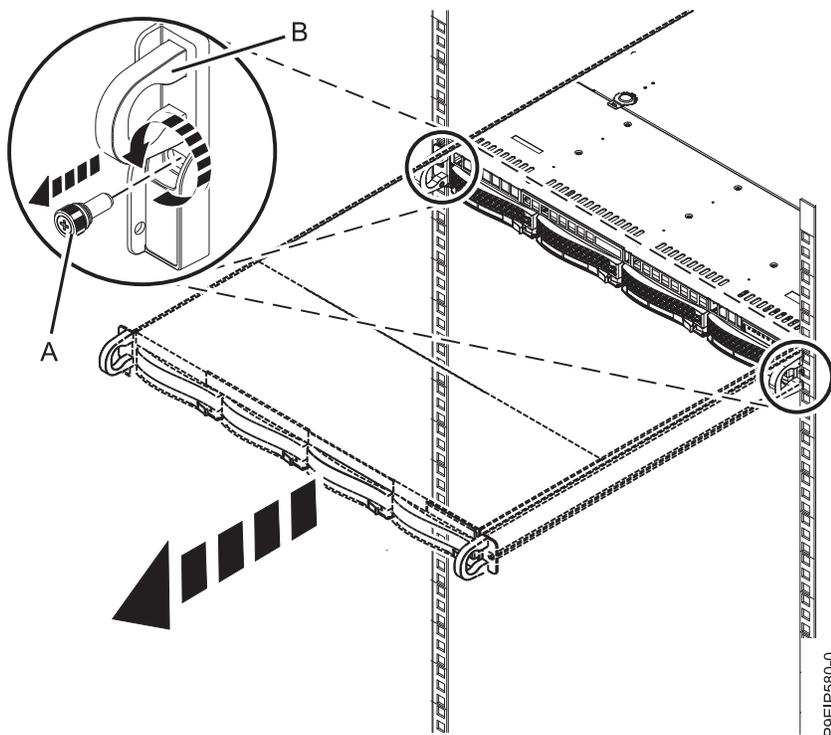

Figure 56. Retrait des vis avant et retrait du système de l'armoire
2. Retirez les vis avant fixant le système à l'armoire des deux côtés du système, comme indiqué dans la figure 56.